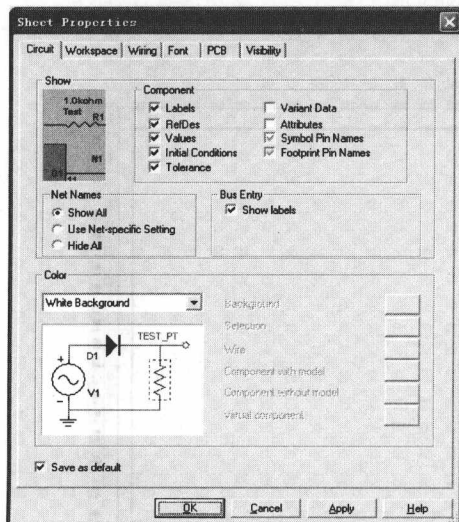
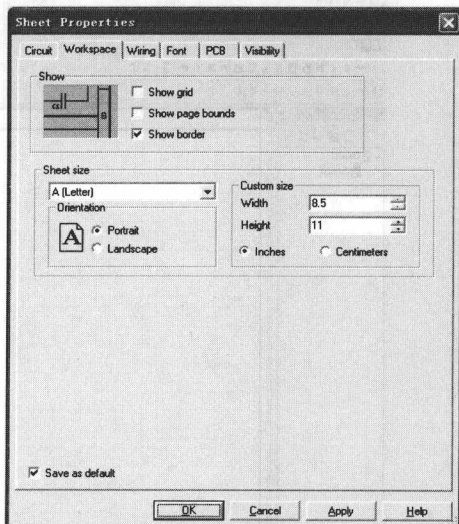

图 1-2 Circuit 选项卡
图 1-3 Workspace 选项卡
(1) 元件符号标准的选择。Multisim10.0 中有两套符号标准可供选择。一套是美国符号标准 ANSI;另一套是欧洲符号标准 DIN。打开 Options 菜单下的 Global Preferences 子菜单,在 Symbol standard 选项区中选择元件符号标准。由于我国电气符号标准与欧洲国家符号标准相近,因此选择 DIN 比较好。
(2) 元件参数及页面设置。单击菜单 Options 下的 Sheet Properties 子菜单,在 Circuit 选项卡中设置电路原理图中各元件参数的显示项,如图 1-2 所示,其中 Show 区设置元件及连线上所要显示的文字项目等,Color 区设置编辑窗口内各元件和背景颜色;在 Workspace 选项卡中设置电路显示窗口图纸的形式,如图 1-3 所示,其中 Show 区设置窗口图纸格式,Sheet size 和 Custom size 区设置窗口图纸的规格大小和摆向;另外, Wiring 选项卡用于设置导线宽度和连线方式, Fout 选项卡用于设置元器件属性等文字, PCB 用来设置要生成的 PCB 属性, Visibility 用来设置增加 Multisim10.0 中有用的自定义标注层。以上有些项可以采用默认设置。